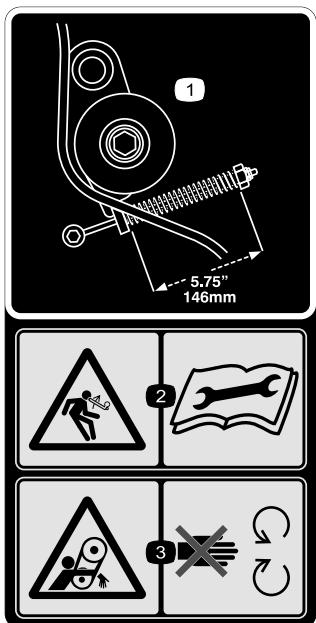

Figura 33
- Compruebe la tensión correcta de la correa comprimiendo el resorte tensor hasta una longitud de 146 mm (5-3/4 pulgadas); consulte Figura 33.